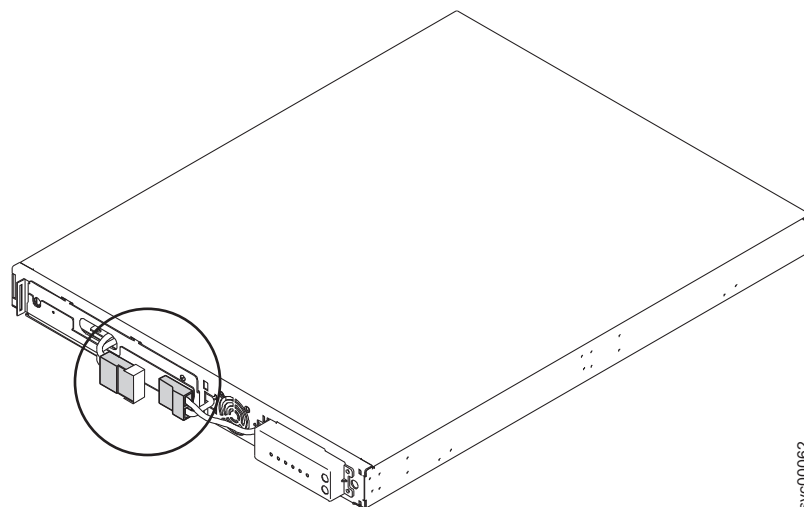

図 14. 保護テープ付きの 2145 UPS-1U 内部バッテリー・コネクタ
4. 保護ラベルを内部バッテリー・コネクタ (23 ページの図 14 に示す) から取り外します。